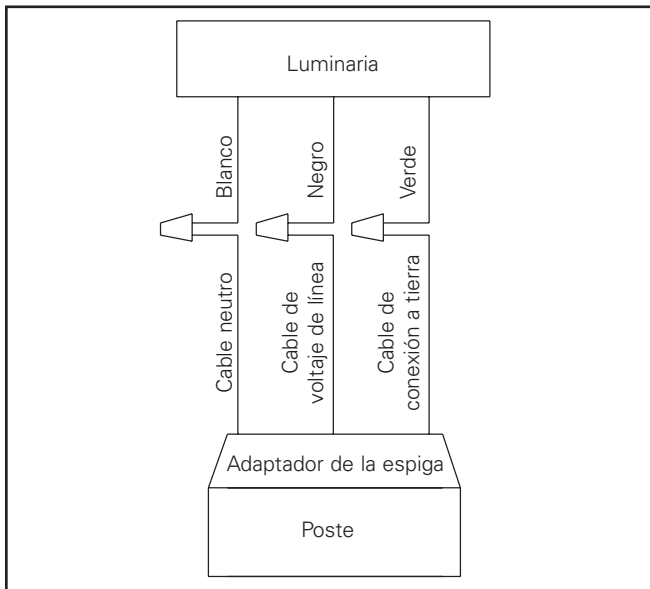

Figura 17.
- Tire de los terminales de alimentación de la parte inferior de la luminaria y conecte los cables de alimentación del poste. (Figura 17.)